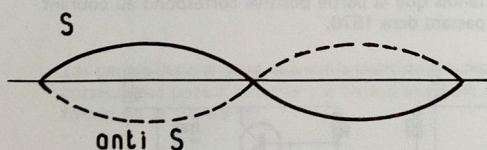

FIG. 89
- En ce qui concerne la convergence dynamique du bleu, le potentiomètre R 1615 règle le courant parabolique dans la bobine; R 1604 le courant en dents de scie. (voir schéma général). La résistance VDR 1612 met en forme les dents de scie appliquées sur le curseur du R 1615. (Figure 89).